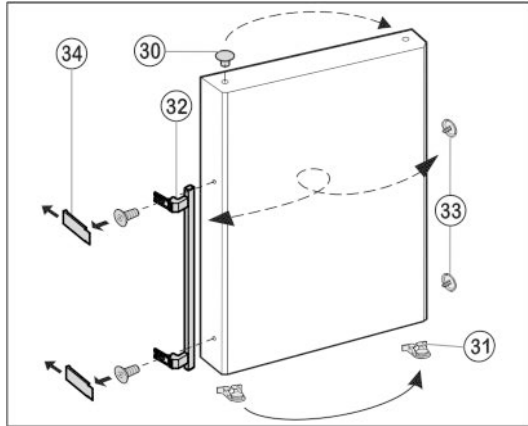

Fig. 11
- ▶ Извлеките пробку *Fig. 11 (30)* из опорной втулки дверцы и переставьте.
- ▶ Снимите и переставьте на противоположную сторону дверную ручку *Fig. 11 (32)*, пробку *Fig. 11 (33)* и прижимные пластины\* *Fig. 11 (34)*.